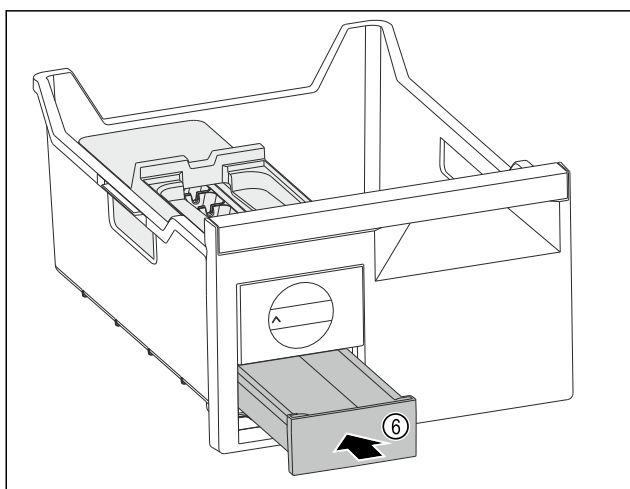

Fig. 126
- ▶ Wsunąć szufladę na kostki lodu Fig. 126 (6).